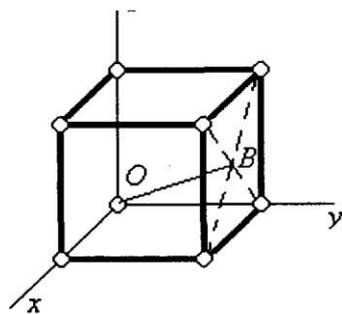
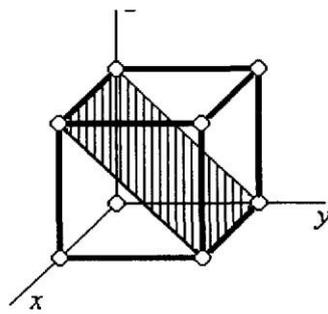
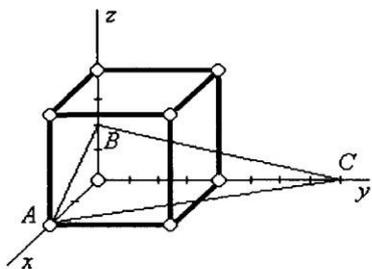

Рис. 7
Рис. 8
Рис. 9
**27. Каковы индексы кристаллографического направления ОВ (рис. 7)?**
A) (121). B) [-121]. C) [122]. D) [0,5; 1; 0,5].
28. Каковы кристаллографические индексы заштрихованной плоскости (рис. 8)?
A) (111). B) (011). C) (220). D) (100).
29. Каковы кристаллографические индексы плоскости ABC (рис. 9)?